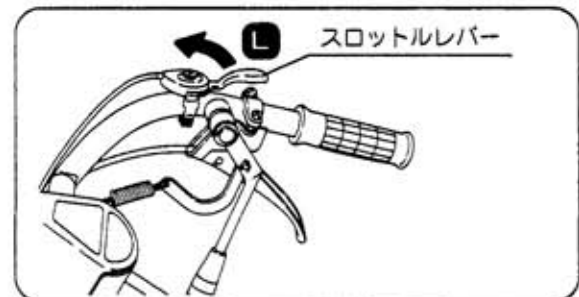

図14
- ③ スロットルレバーを「L」位置に戻し、エンジン回転を下げます。(図14)